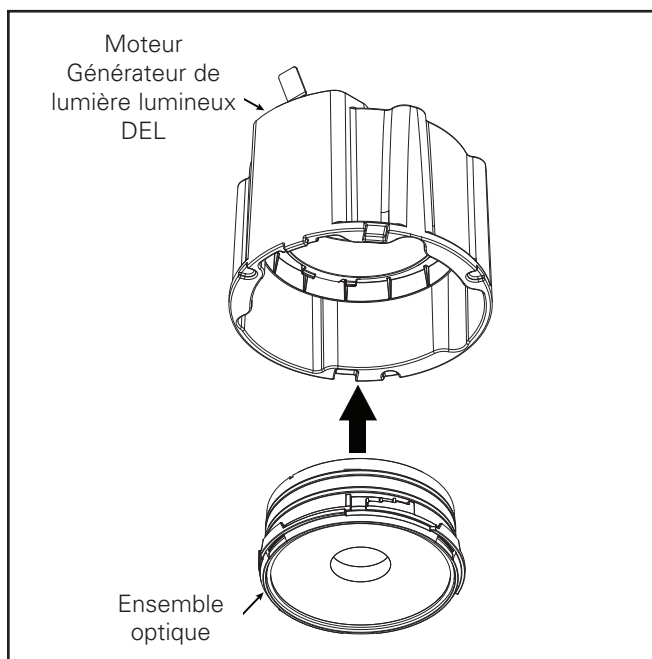

Figure 14
7. Installez le moteur-générateur de lumière à DEL et l'assemblage de la garniture en insérant les ressorts de torsion dans les récepteurs à ressort situés à l'intérieur du boîtier. (Figure 14).
3. Insérez l'ensemble optique dans le support du moteur lumineux à DEL et alignez-le sur les fentes d'ouverture du support du moteur lumineux à DEL. (Figure 14)